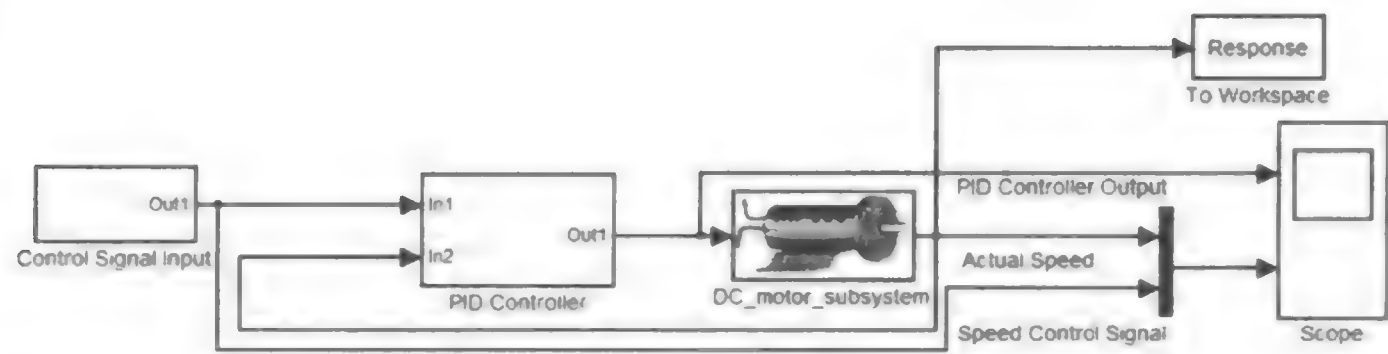

图 9.5.1 调整模型
(1) 模型调整。根据本例的特点,选择电动机模型中的参数 K_f (即摩擦因数)与电动机模型的响应曲线作为测试对象,将电动机实际转速信号保存到工作空间,模型调按图 9.5.1 调整。